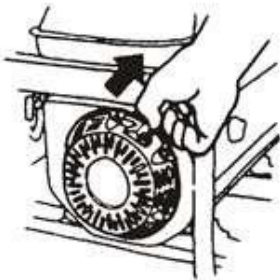

Рис. 33
6.15.1 Запустіть EG3200IO / EG5000IO (Рис. 33).